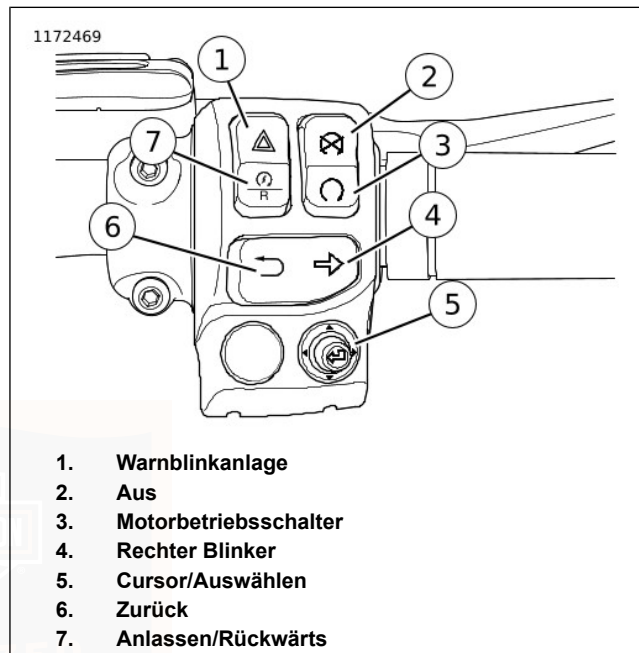

Abbildung 32. Rechtes Schaltermodul
Siehe Abbildung 32. Der Warnblinkerschalter (1) dient zur dauerhaften Aktivierung des Vierfach-Warnblinkers bei einem liegengebliebenen Motorrad. Mithilfe der Warnlinker kann das Motorrad mit ausgeschalteter Zündung zurückgelassen werden, bis Hilfe geholt wird. Siehe Tabelle 28.
Siehe Abbildung 32. Den Motorbetriebsschalter in Stellung OFF (AUS) (2) drücken, um den Motor abzustellen. Siehe Tabelle 28.
Siehe Abbildung 32. Den Motorbetriebsschalter in Stellung RUN (BETRIEB) (3) drücken, damit der Motor angelassen und betrieben werden kann. Der Motorbetriebsschalter muss sich in der Stellung RUN (BETRIEB) befinden, damit der Motor angelassen und betrieben werden kann. Siehe Tabelle 28.
Siehe Abbildung 32. Den rechten Blinkerschalter (4) zur Aktivierung des rechten Blinkers betätigen. Siehe Tabelle 28.
Siehe Abbildung 32. Mit dem Fünfwege-Schalter „CURSOR/AUSWÄHLEN“ (5) werden bei entsprechend ausgestatteten Fahrzeugen Radiofunktionen betätigt. Siehe BOOM! BOX BEDIENUNGSANLEITUNG. Siehe Tabelle 28.
Siehe Abbildung 32. Mit dem hinteren Schalter (6) können bei entsprechend ausgestatteten Fahrzeugen Radiofunktionen bedient werden. Siehe BOOM! BOX BEDIENUNGSANLEITUNG. Siehe Tabelle 28.
2. Abbildung 32. Den Motorbetriebsschalter in die BETRIEB-Stellung bringen (3). Das Getriebe in den Leerlauf schalten. Die (grüne) Leerlauf-Kontrollleuchte leuchtet auf. Siehe FUNKTIONSWEISE > ANLASSEN DES MOTORS (Seite 134).
3. Den Anlasser durch Drücken des Anlasserschalters (7) betätigen. Siehe Tabelle 28.